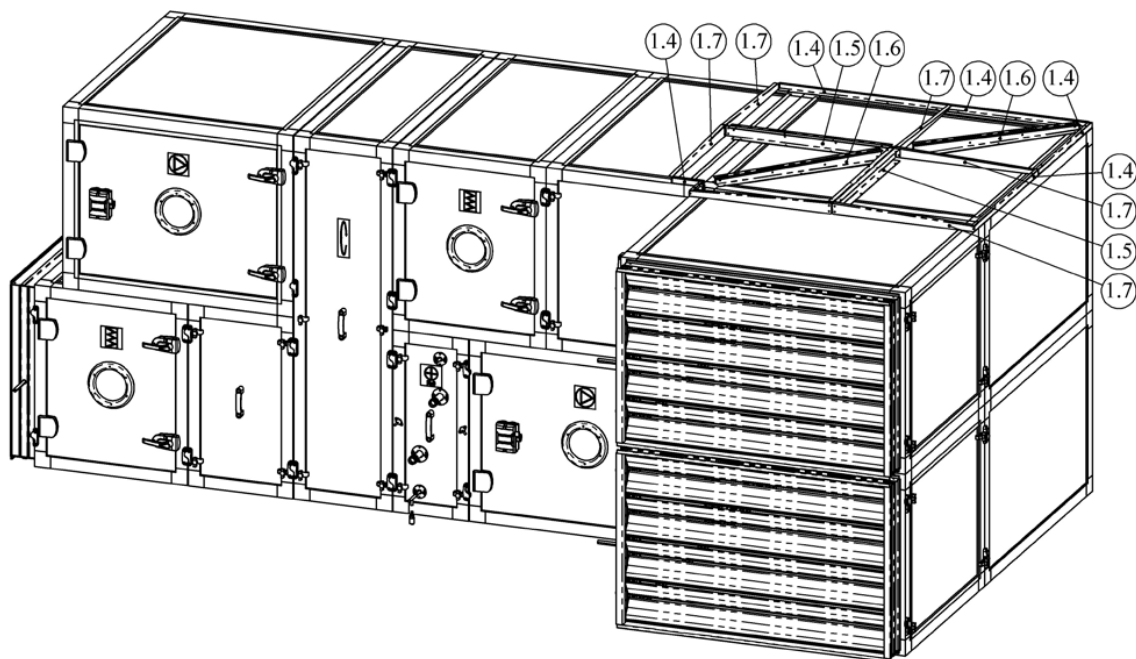

Abbildung 6.1
1. Starten Sie die Baugruppe vom Eckteil aus. Die vorderen Halter 1.4, 1.5, 1.6, 1.7 zusammen mit Schrauben (5.0) verbinden. Befestigen Sie den zusammengesetzten Rahmen mit Schrauben (5.0) am Gerät. (Abbildung 6.1)